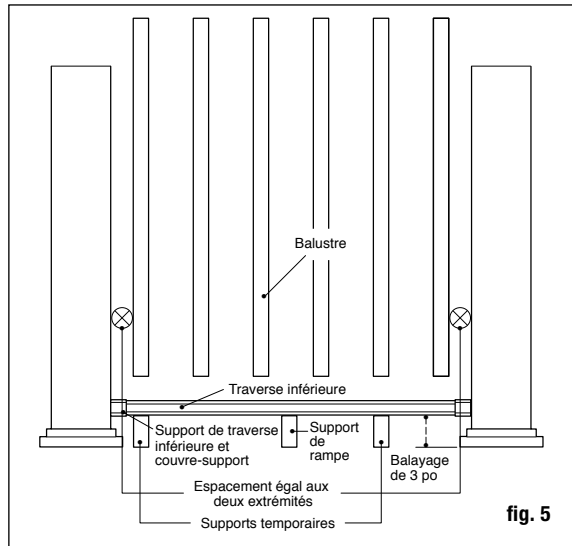

fig. 5
**Étape 6** Mesurez la distance entre les manchons de poteaux installés pour déterminer la longueur des traverses du haut et du bas. Placez la traverse inférieure en position près des poteaux et ajustez afin que la distance entre le premier trou de balustre et le poteau soit plus élevée que 5 cm (2 po), puis égale aux deux extrémités (voir la fig. 5). Marquez la traverse. Coupez la traverse du bas. Coupez la traverse du haut à la même espacement et longueur.
**Étape 8** Placez les couvre-supports et support de traverse aux extrémités de la traverse inférieure. Installez le support de traverse et appuyez sur la traverse du bas entre les poteaux en utilisant des blocs coupés à la bonne taille. Vérifiez que la traverse est à niveau. En utilisant le support comme guide, marquez la position des vis sur le manchon de poteau et sur les deux extrémités de la traverse. Percez des trous de guidage de 0,3 cm (1/8 po) dans le manchon de poteau et la traverse. Fixez le support au manchon de poteau grâce à quatre vis à tête carrées n° 8-15 x 5 cm (2 po) - n° 2, puis fixez le support à la traverse en utilisant deux vis à têtes carrées autotaraudeuses n° 10-16 x 1,9 cm (3/4 po) - n° 2 (fig. 5).